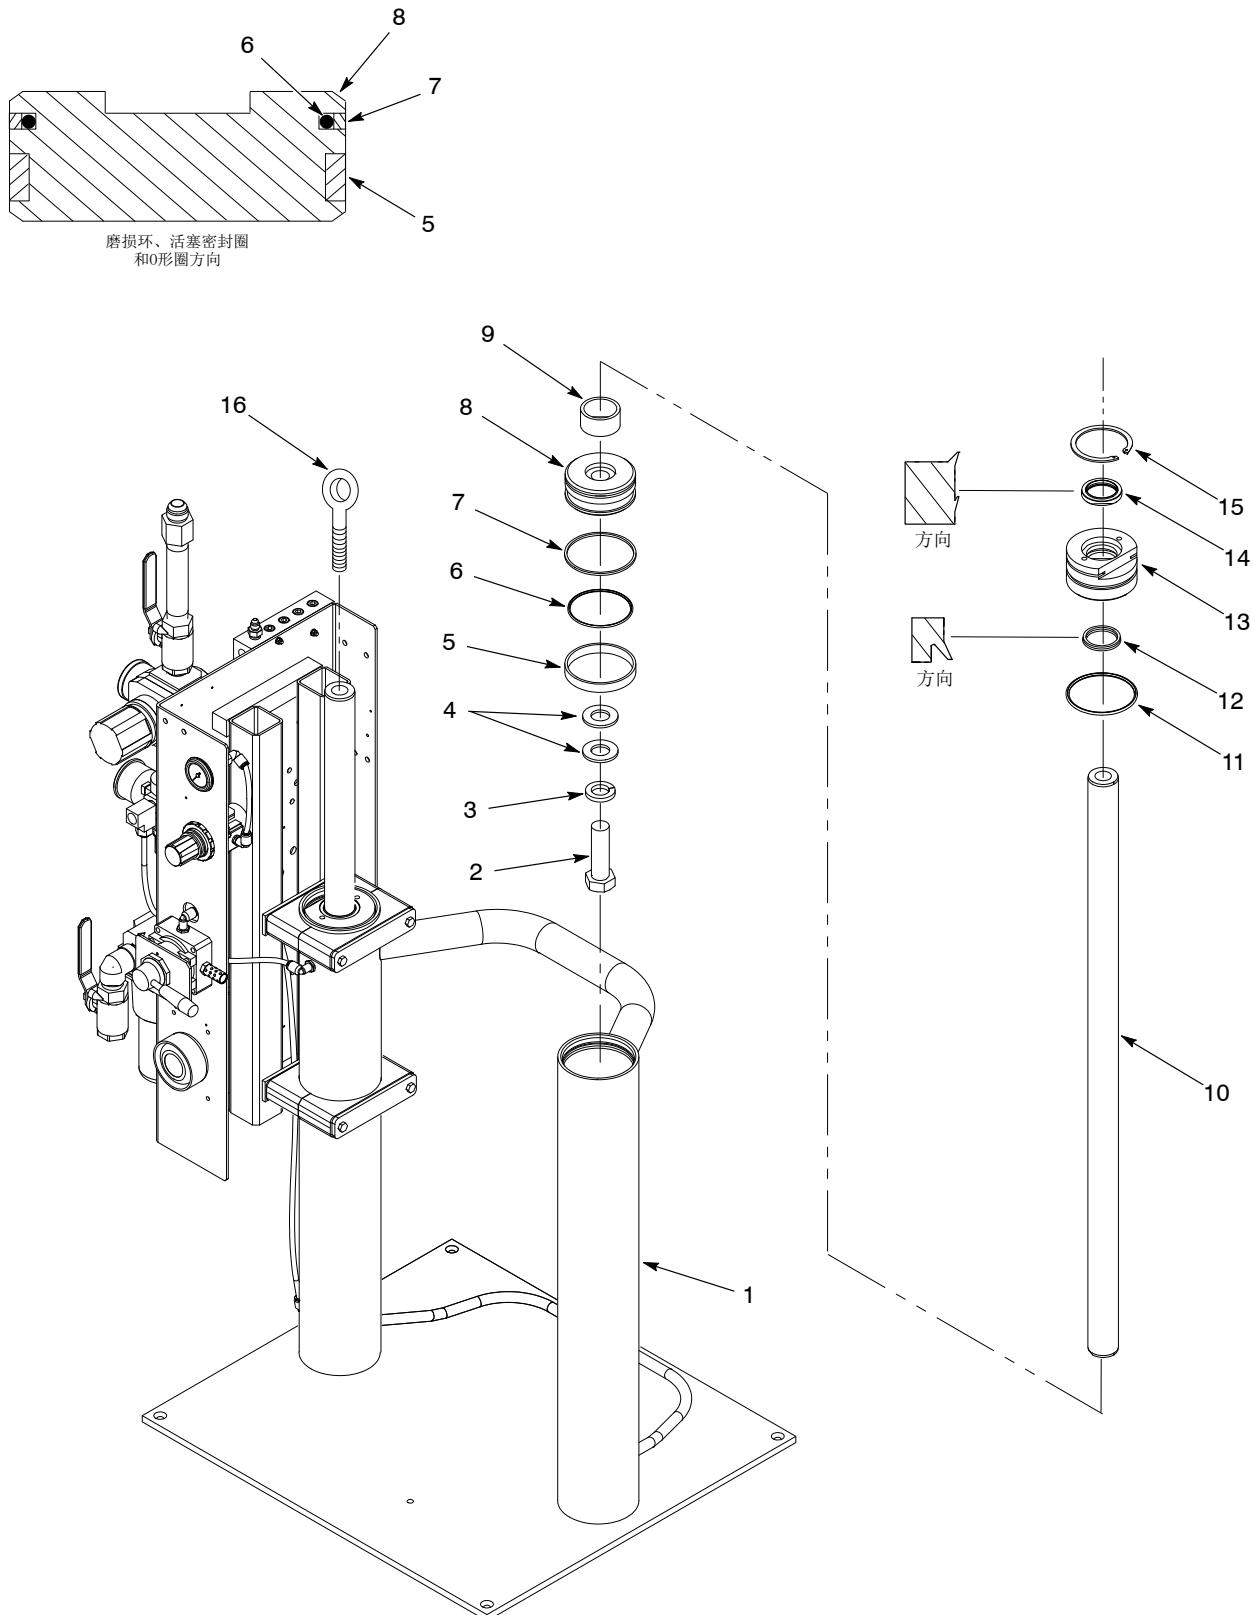

图 5 重装小型框架气缸
1. 详见图5。将 $\frac{7}{8}$ - 14有眼螺栓(16)拧入每个活塞杆(10)。
1. 详见图5。清洁气缸内壁(1)。立即涂抹一层O形圈润滑剂，以防腐蚀。
1. 详见图5。在每个活塞杆(10)上涂抹薄薄的一层凡士林。